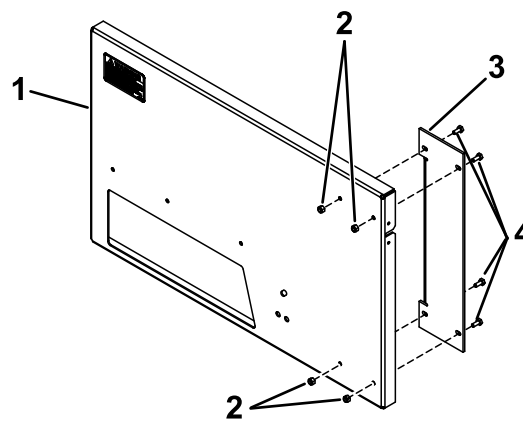

Figura 1
1. Instale o suporte na placa traseira utilizando quatro parafusos (1/4 pol. x 5/8 pol.) e quatro porcas de bloqueio (1/4 pol.) Figura 1.